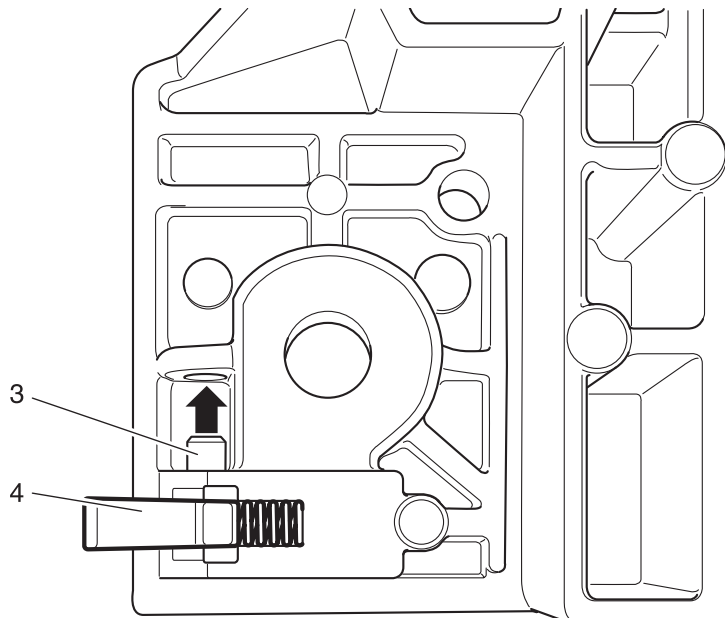

Fig. 17b
- Den Bolzen 3 mit einem Durchschlag soweit wie möglich nach hinten klopfen und mit einer Kompizange herausnehmen (Fig. 17b).